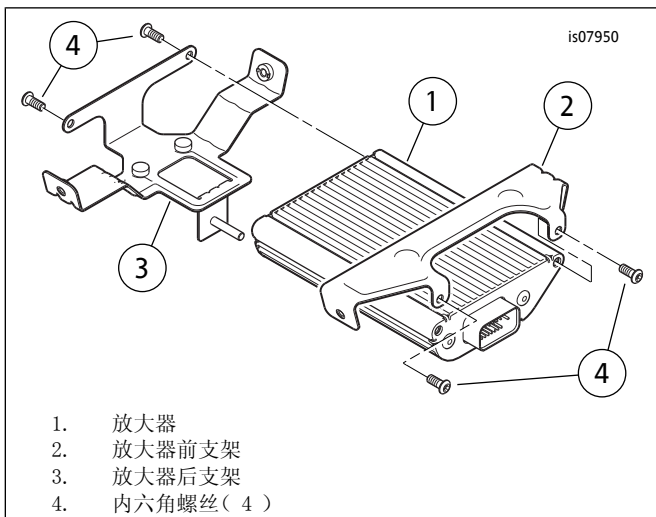

图2。安装放大器安装架
2. 参见图2。将放大器支架安装至放大器(1)。拧紧螺丝至9-12 N·m(7-9 ft-lbs)。